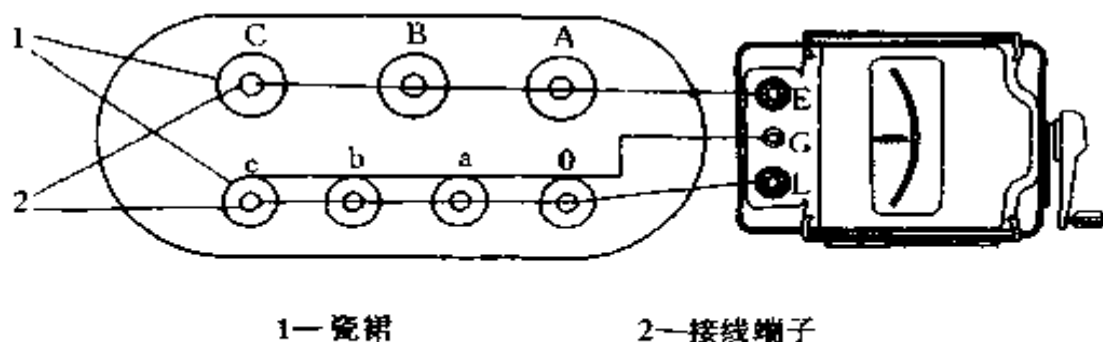

图 2-40 摇测低压绕组对高压绕组及外壳的接线
⑥ 摇测低压绕组对高压绕组及外壳，其接线如图 2-40 所示。兆欧表的 E 接高压绕组及外壳，G 接低压瓷套管的瓷裙上，L 接低压绕组；